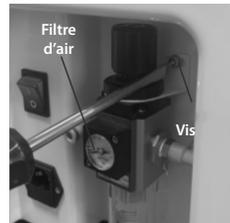

Figure 17
2. Retirez le filtre à air après avoir retiré la vis. (Comme le montre la figure 17)